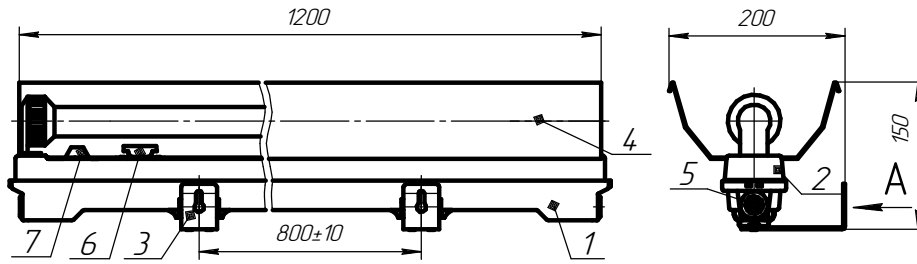

Рисунок 1: 1. Корпус в сборе; 2. Панель в сборе; 3. Узел подвеса; 4. Отражатель; 5. Заглушка; 6. Рукоятка; 7. Рукоятка.
4.1. Облучатель состоит из корпуса в сборе поз. 1, панели в сборе поз. 2, узлов подвеса поз. 3 и отражателя поз. 4 (см. приложение рис. 1).